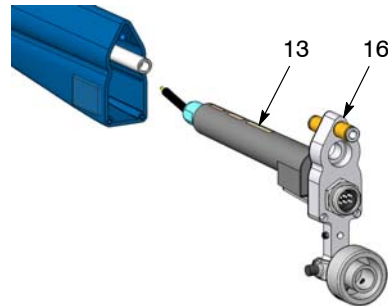

Abb. 30 Spannungsvervielfacher aus dem Gehäuse nehmen
2. Siehe Abbildung 30. Die Wärmesenke (16) mit daran befestigtem Spannungsvervielfacher (13) aus dem Gehäuse ziehen.